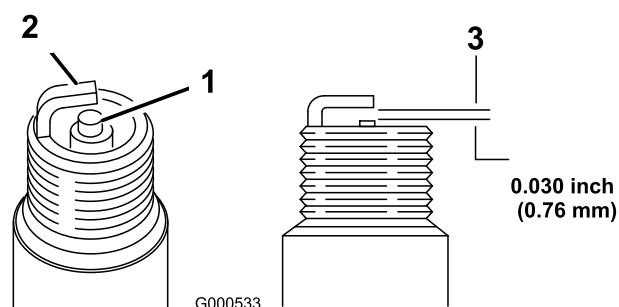

Figure 38
1. Examinez le centre de la bougie (Figure 38). Si le bec de l'isolateur est recouvert d'un léger dépôt gris ou brun, le moteur fonctionne correctement. S'il est couvert d'un dépôt noir, c'est généralement signe que le filtre à air est encrassé.
2. Contrôlez l'écartement entre l'électrode centrale et l'électrode latérale (Figure 38). Courbez l'électrode latérale (Figure 38) si l'écartement est incorrect.